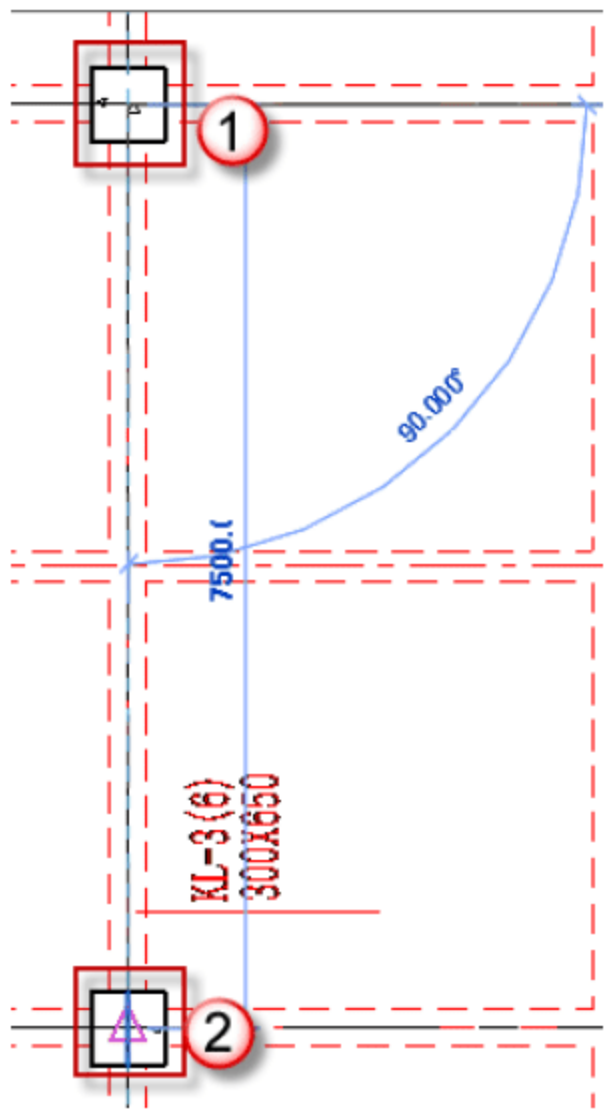

图 4.2.34 绘制 KL-3
- (9) 绘制矩形框架梁 KL-3，按快捷键 B+M，放置平面为“标高 2”平面视图，先单击起始柱的中心为起点，后单击终止柱的中心为终点，如图 4.2.34 所示。